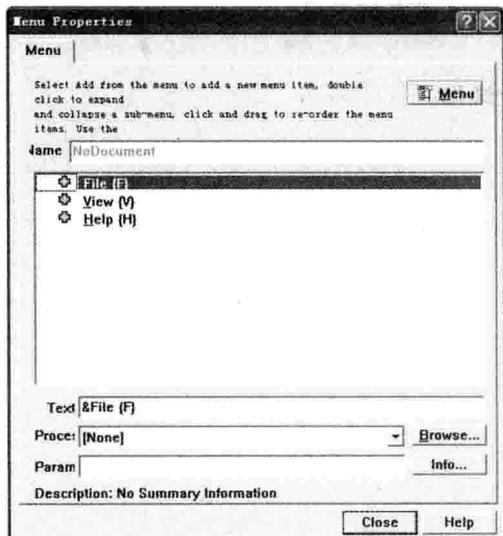

图 1-18 菜单属性对话框
(3) 在弹出的快捷菜单中点击【Edit】命令, 将出现菜单属性对话框, 如图 1-18 所示。